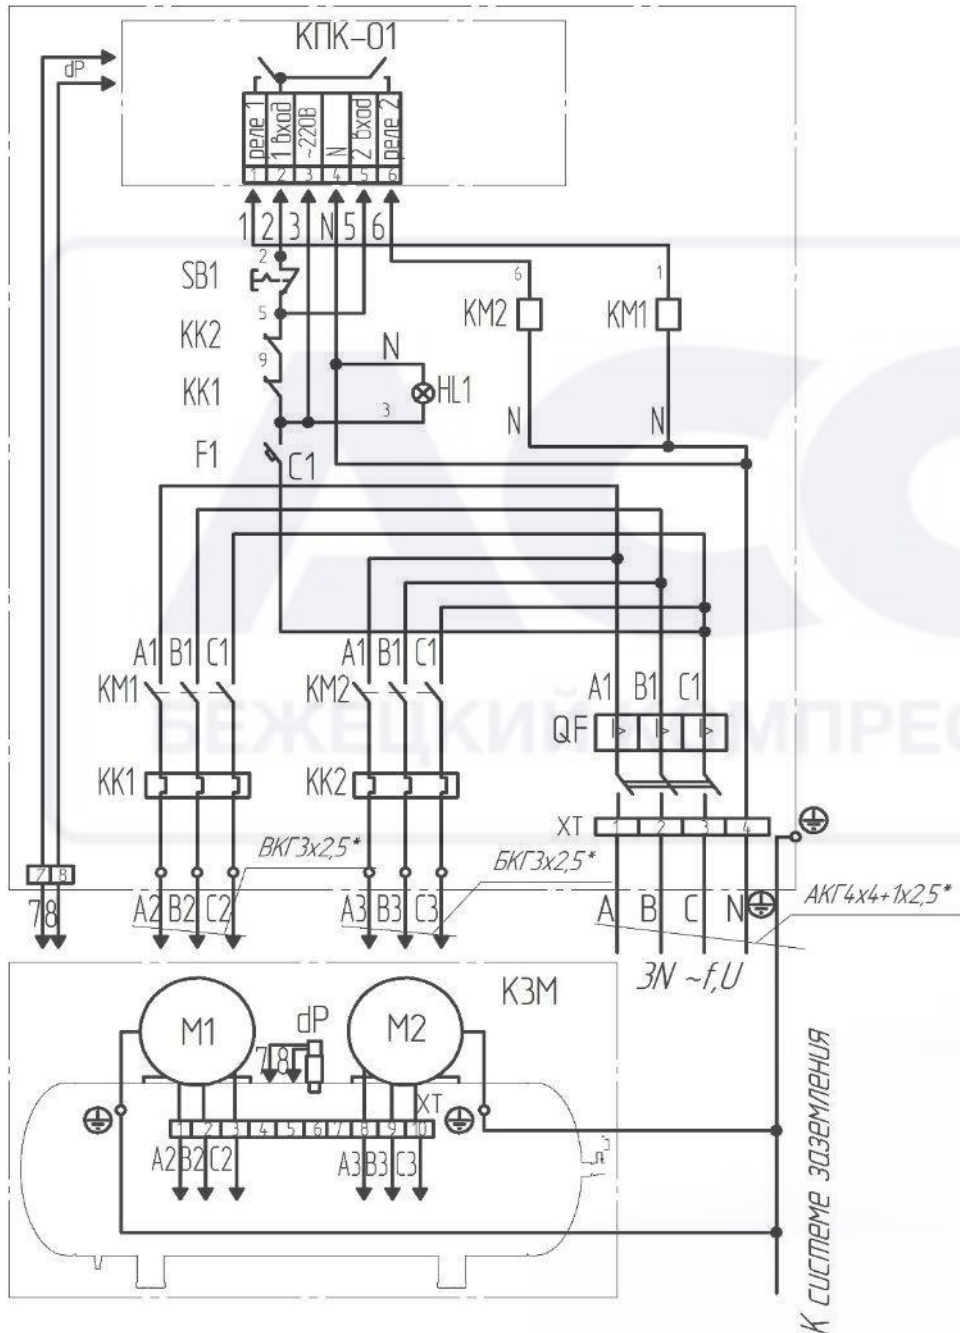

Рисунок 3 – Схема электрическая принципиальная
6.8 Разводку подводящих проводов необходимо произвести в соответствии с требованиями «Правил технической эксплуатации электроустановок потребителем», согласно схеме электрической принципиальной и соединений компрессорной установки К-3М (рис.3).
7.1.1 Убедиться в правильности подключения шкафа согласно схеме электрической принципиальной и соединений (рисунок 3).